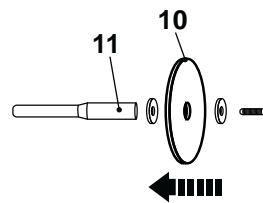

Fig. 2
- > Desserrez la vis et retirez-la avec les rondelles de l'adaptateur de tronçonnage [11]. Veillez à ne pas perdre les rondelles (Fig. 2).